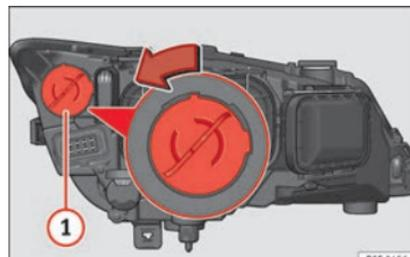

Fig. 104 Lampadina per luce diurna.
- Ruotare il portalampada » fig. 104 ① verso sinistra e tirare.